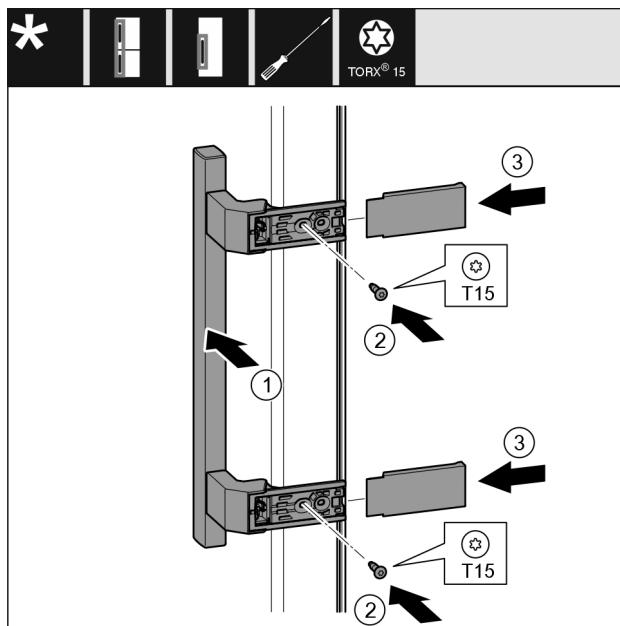

Fig. 20
- Поставете дръжката *Fig. 20 (1)* от другата страна.
- С отвертка затегнете винтовете *Fig. 20 (2)*.
- Поставете отстрани капациите *Fig. 20 (3)* и ги нахлузете.